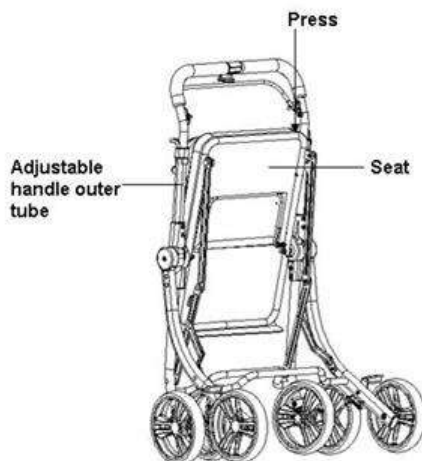

Figure 1
- Neem met één hand de zitplaat vast en druk deze naar beneden, terwijl u met de andere hand de verstelbare handgriepbuis vasthoudt en naar buiten trekt, zoals weergegeven in afbeelding 1, totdat de trolley volledig geopend is. Wanneer u een "klik" hoort, betekent dit dat de trolley correct is uitgeklaapt.